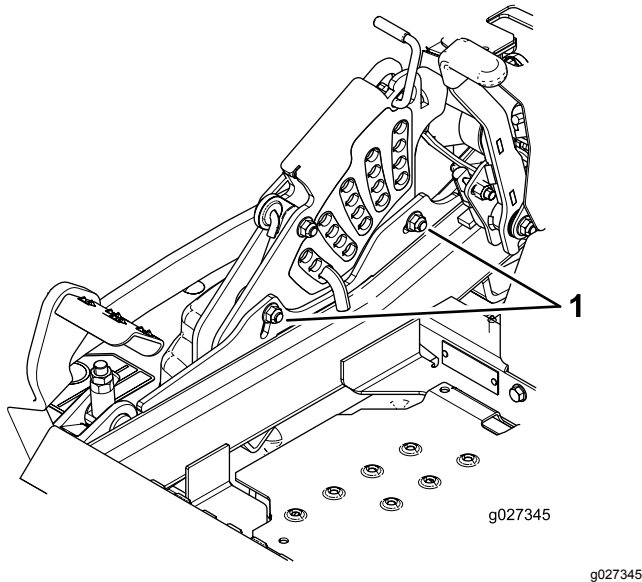

Figura 95
12. Para ajustar el sistema de ajuste de un solo punto, afloje los dos pernos situados cerca del borde inferior de la pletina de altura de corte. Consulte Figura 95.
14. Apriete los 2 pernos en el borde inferior de la pletina de altura de corte (Figura 95).